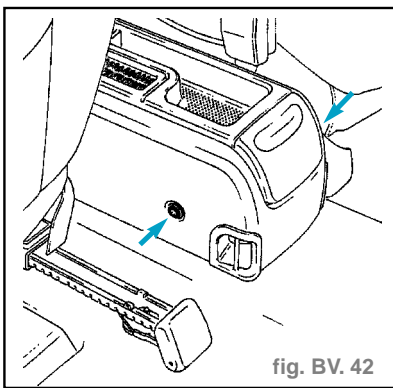

fig. BV. 42
- après avoir avancé les sièges avant, les deux vis (torx de 20) latérales arrière du pontet. (fig. BV. 42)